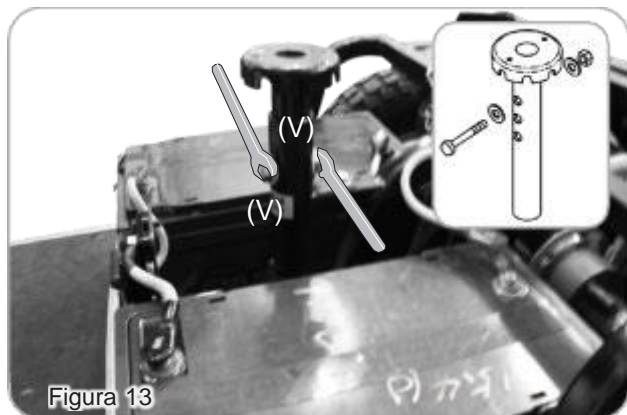

Figura 13
2. Retire o parafuso, a porca e a anilha da coluna do assento (V). (Figura 13)
3. Ajuste a coluna do assento (V) para a altura pretendida e fixe-a firmemente com o parafuso, a porca e as anilhas. (Figura 13)